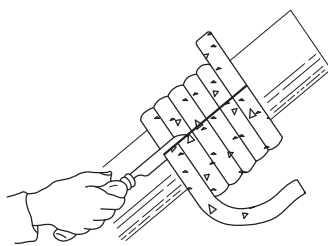
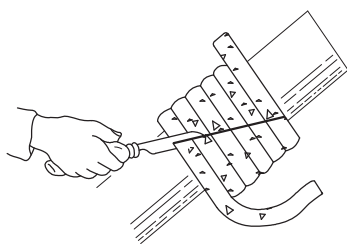

Fig. 32: taisna griezumuma piemērs
Fig. 33: slīpa griezumuma piemērs
- Šādi rodas montāžas laikā nepieciešami redzamā sprauga starp ieliktni un blīvēšanas gredzenu. Ja sūknis nav demontēts, veicot divus slīpus griezumus, iepriekš sapresētie grafiņa blīvēšanas gredzeni uzstādīšanai jāsamazina uz pusi (skat. Fig. 32 vai Fig. 33).